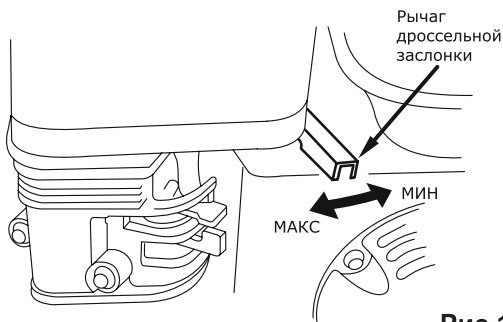

Рис.14
- Поставьте рычаг дроссельной заслонки на 1/3 хода в сторону положения «МАКС» (рис. 14).
- По мере прогрева двигателя постепенно передвиньте рычаг воздушной заслонки в положение «Открыто». Число оборотов двигателя и соответственно производительность двигателя регулируется изменением положения рычага дроссельной заслонки (рис. 14).